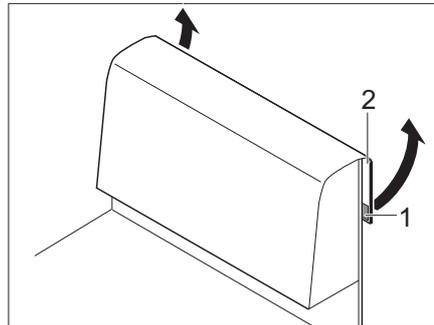

Fig. 71 Coussin de dossier
- Détacher la fermeture velcro (Fig. 71,1) au niveau du rabat (Fig. 71,2) à l'arrière.
- Tirer le rabat en tissu (Fig. 71,2) vers le haut.